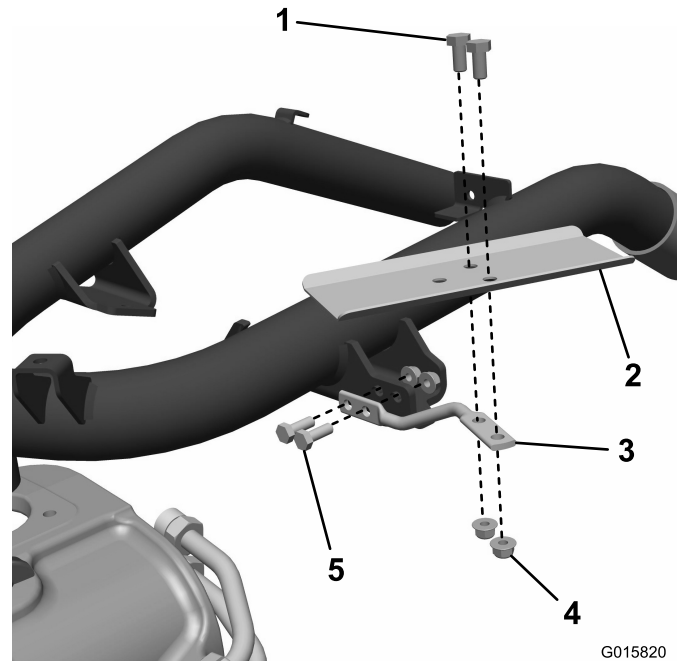

Bild 6
1. Montieren Sie die Drahtform am Rahmen und befestigen Sie sie mit 2 Schrauben (5/16") und 2 Muttern (Bild 6).